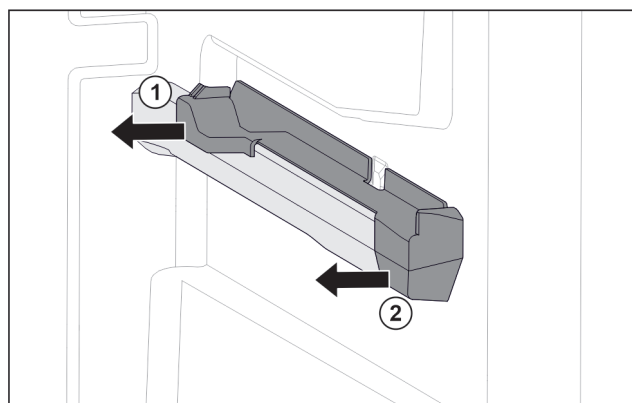

Fig. 108 Tillsats på den högra behållarens galler
- ▶ Dra bort tillsats i bak i sidled. Fig. 108 (1)
- ▶ Dra bort tillsats i fram i sidled. Fig. 108 (2)